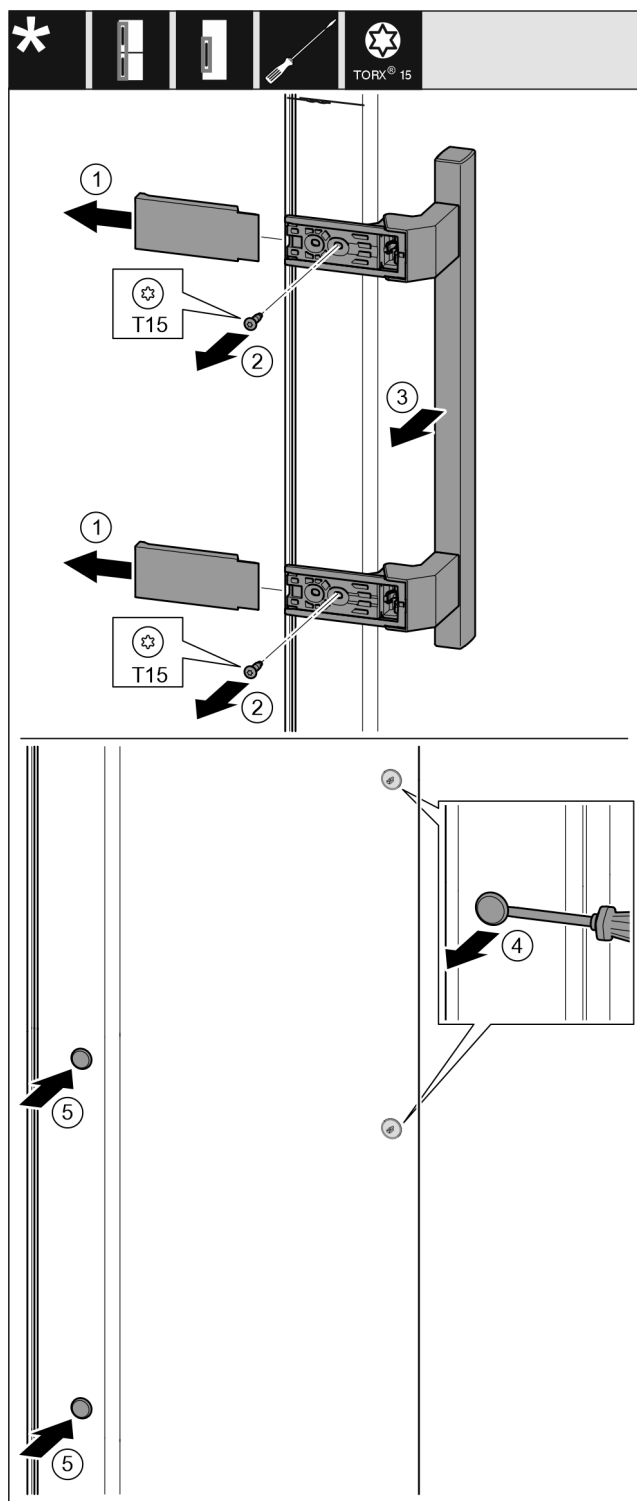

Fig. 10
- ▶ Skinite pokrov. Fig. 10 (1)
- ▶ Odvrnite vijke odvijačem Torx 15. Fig. 10 (2)
- ▶ Skinite ručku. Fig. 10 (3)
- ▶ Oprezno podignite i izvucite bočni čep s pomoću križnog odvijača. Fig. 10 (4)
- ▶ Ponovno umetnite čep na drugoj strani. Fig. 10 (5)